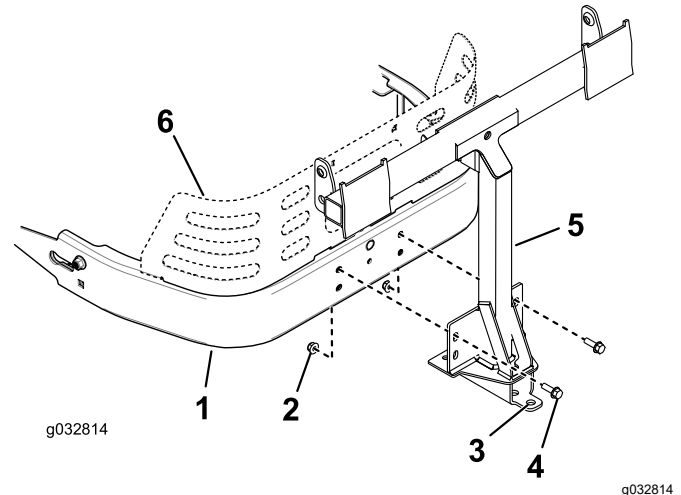

Figura 15
1. Montai cadrul de pivotare la cadrul mainii aa cum se arată în Figura 15. Fixai cadrul de pivotare la cadrul mainii utilizând 2 uruburi (5/16 × 1") i 2 contrapiulie (5/16").